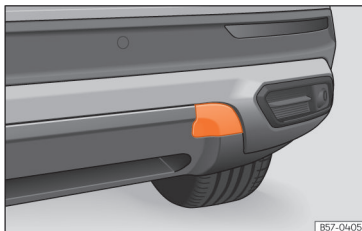

Fig. 197 No lado direito do para-choques traseiro: retirar a tampa.
O alojamento para a argola de reboque enroscável encontra-se na parte direita do para-choques traseiro, atrás de uma tampa »» Fig. 197.
- Pressione a zona superior da tampa »» Fig. 197 para desencaixá-la.